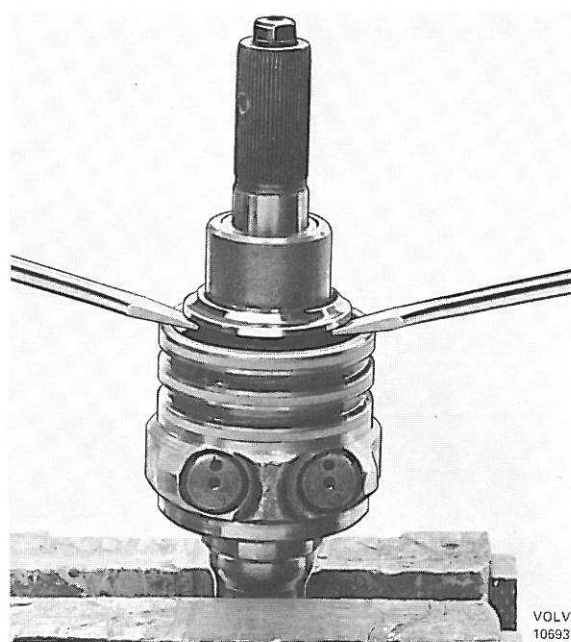

Figure 101. Démontage de la douille de palier
8. Bien fixer la vis sans fin de direction, par exemple entre les mordaches en cuivre d'un étau. Enlevez la douille intérieure de palier (61) et le roulement (60), voir figure 101. Retirez tous les joints (63 à 68) de la vis sans fin de direction.